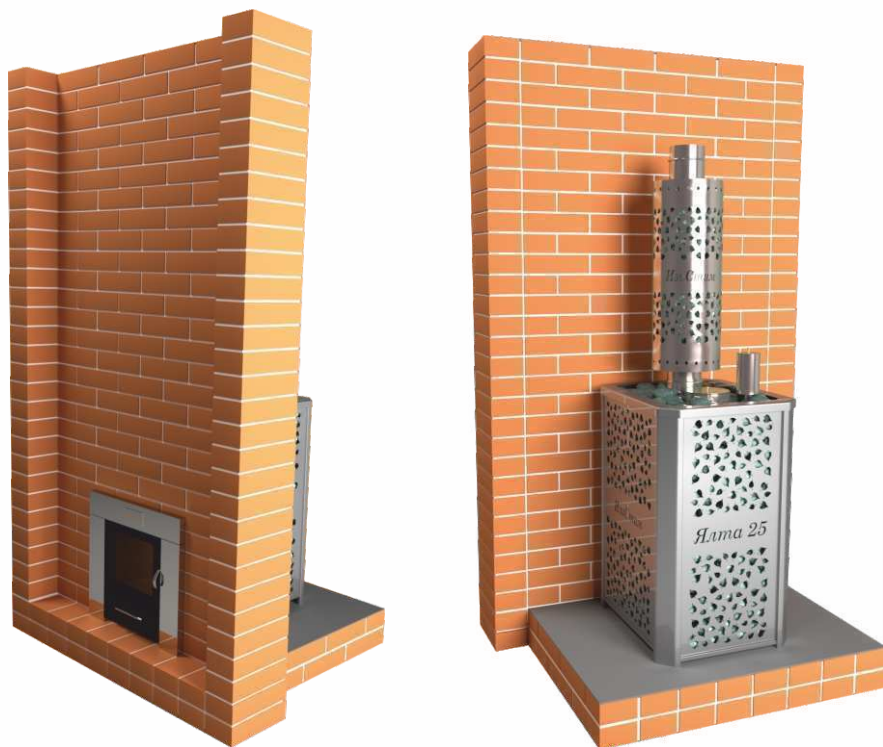

Рис. 3 Проход топочного канала
**!** Переднюю стенку экрана обязательно возводить на всю высоту помещения (рис. 3).